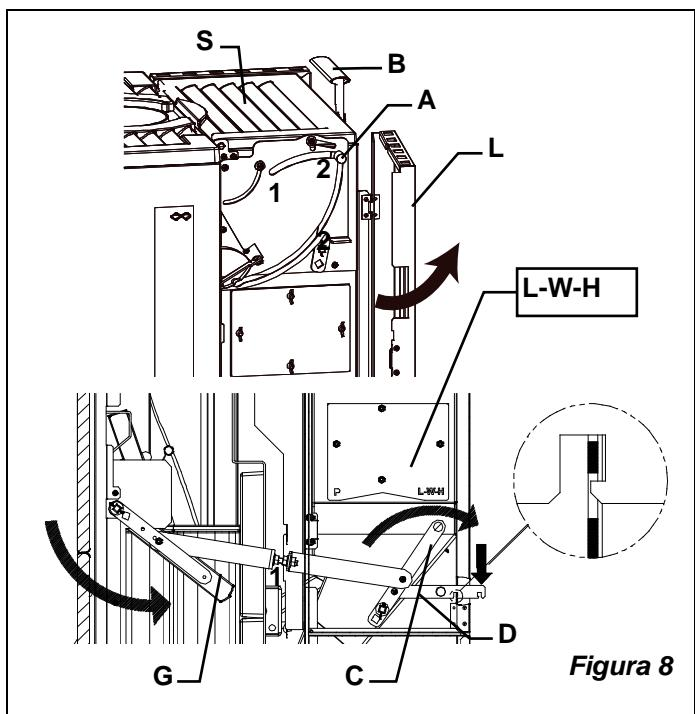

Figura 8
- 1) Aprire lo sportello laterale di accesso agli organi meccanici (L Figura 8) se la leva (C) è già nella posizione L-W-H (LEGNA-WOOD-HOLZ) andare al punto 3);
- 2) sbloccare la leva (C) alzando il chiavistello (D), spingerla verso la parte **posteriore** della stufa nella posizione contrassegnata con le lettere L-W-H (LEGNA-WOOD-HOLZ) e bloccarla con il chiavistello (D) (Figura 8), griglia (G) in ghisa sollevata;
- 3) verificare che lo sportello del serbatoio di caricamento del pellet (S) sia chiuso e bloccato dalla maniglia (B) (Figura 8);
- 4) chiudere lo sportello laterale (L) di accesso agli organi meccanici.
Mediante la leva di commutazione LEGNA-PELLET nella posizione “L-W-H” (Figura 8 pos.C) è possibile bloccare il naturale scivolamento del pellet nel bruciatore.